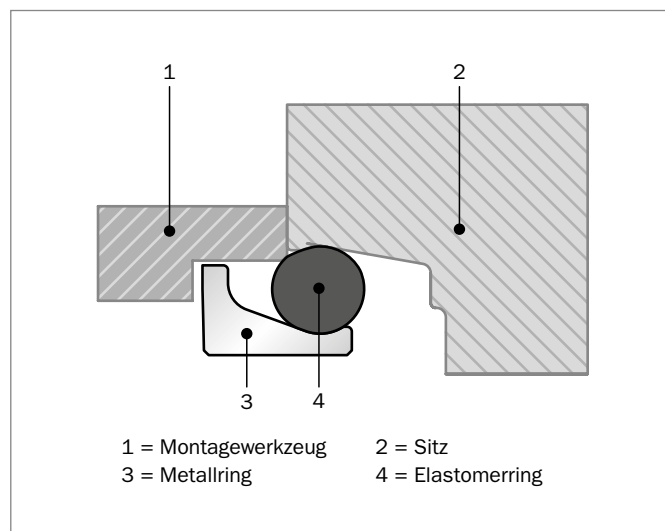

Abbildung 184: Montagewerkzeug für Typ DO
- Montieren Sie jede Dichtungshälfte im Gehäuse mithilfe eines Montagewerkzeugs (Abbildung 184). Belasten Sie das gesamte Werkzeug gleichmäßig, um die halbe Baugruppe in das Gehäuse zu pressen, bis der Elastomer-Ring den zugehörigen Gehäuserand erreicht. Das Montagewerkzeug muss lediglich den O-Ring, darf aber nicht den Metallring und vor allem nicht die geläppte Fläche berühren. Falls Unklarheiten bestehen oder Sie Fragen haben, wenden Sie sich bitte an Ihr lokales Customer Solution Center von Trelleborg Sealing Solutions.